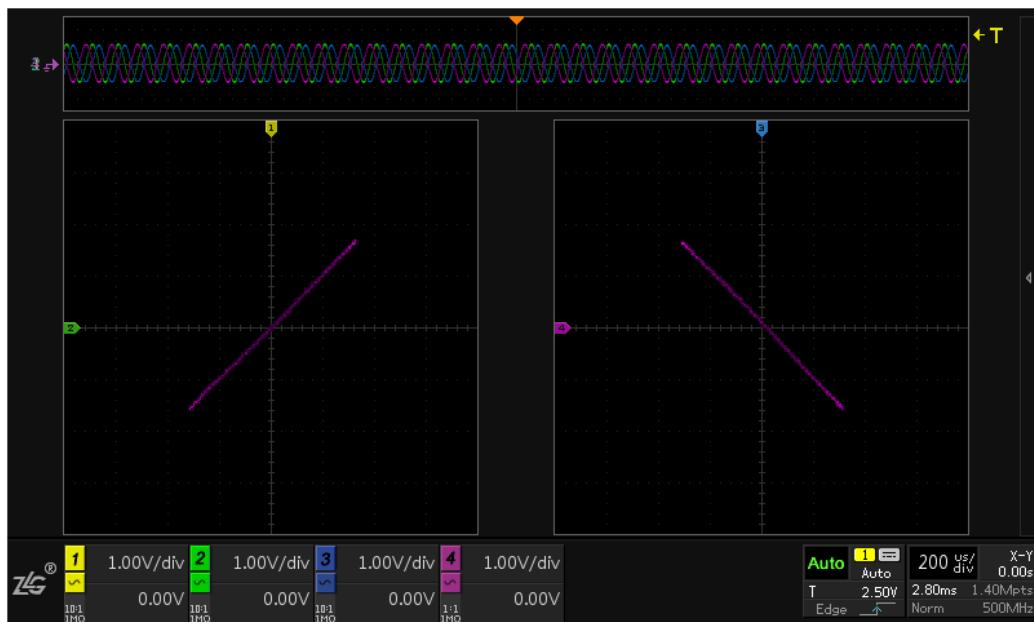

图 9.10 45° 斜线
- 当 $\Phi = 0$ 时，即两个通道的信号相位相同，此时 $Y=X$ ($A=B$)，对应的显示波形即为一条 45° 斜线，如图 9.10 左图所示。
- 当 $\Phi = \pi$ 时，即两个通道的信号相位相反，则 $Y=-X$ ($A=B$)，对应的显示波形即为一条 45° 斜线，如图 9.10 右图所示；